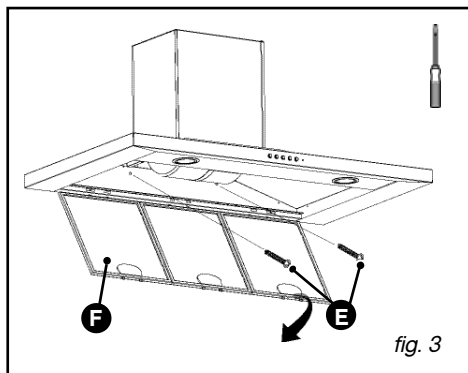

fig. 3
- Vissez les deux vis du bas (E/fig. 3).